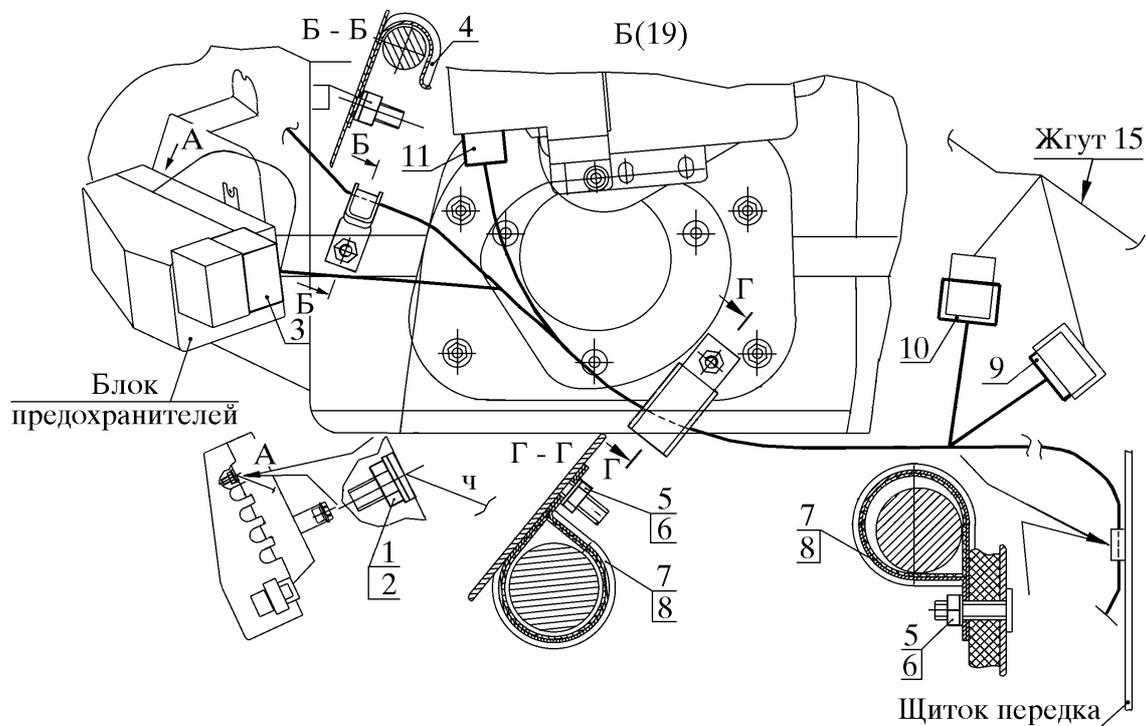

Рис. 24. Снятие жгута проводов с брызговика переднего правого крыла:
13.5. Отсоединить черный провод жгута (рис. 24) от клеммы блока предохранителей, отвинтив и сняв с клеммы гайку 1 с шайбой 2